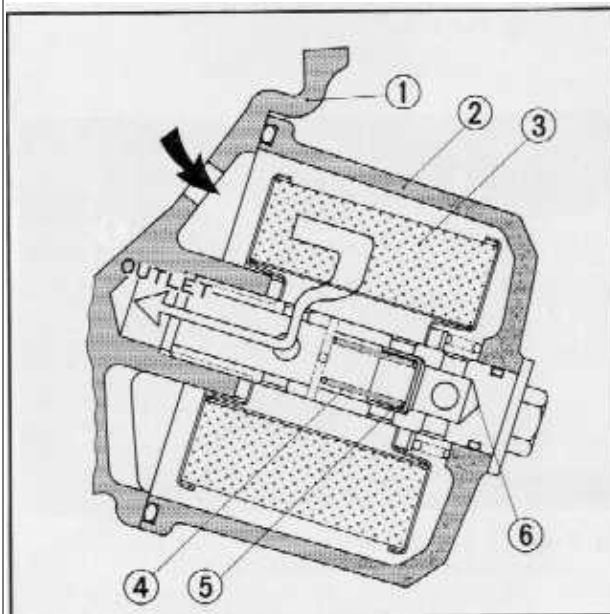

Fig. 3-7 (1) Carter motore (2) Coperchio filtro olio (3) Elemento filtrante (4) Molla valvola di By-Pass (5) Valvola di By-Pass (6) Bullone centrale
**(Fig. 3-7 / Valvola di by-pass)**